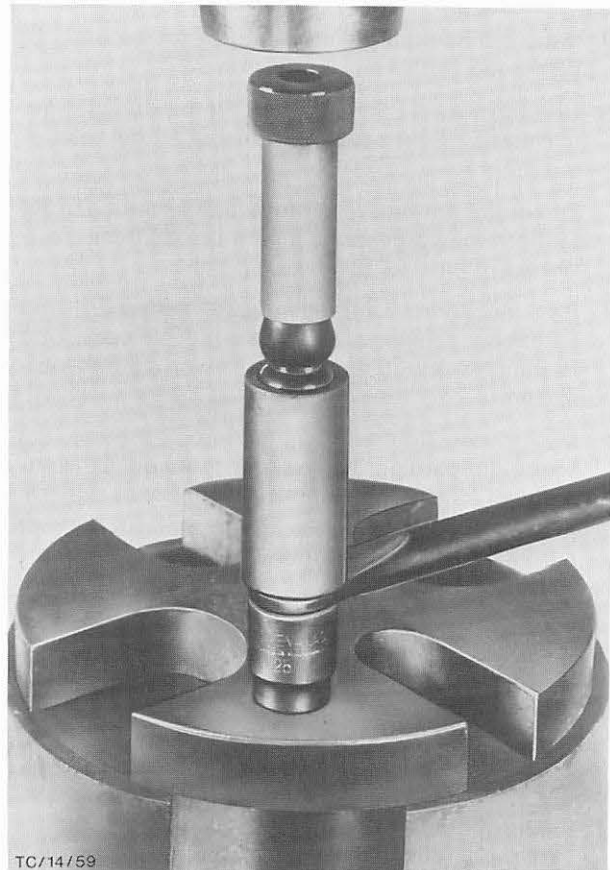

Abb. 45 Neue Büchse – Verbindungsgestänge einpressen
2. Mit Werkzeug 14-002 in Verbindung mit einer Presse neue Büchse einpressen. Abb. 45.